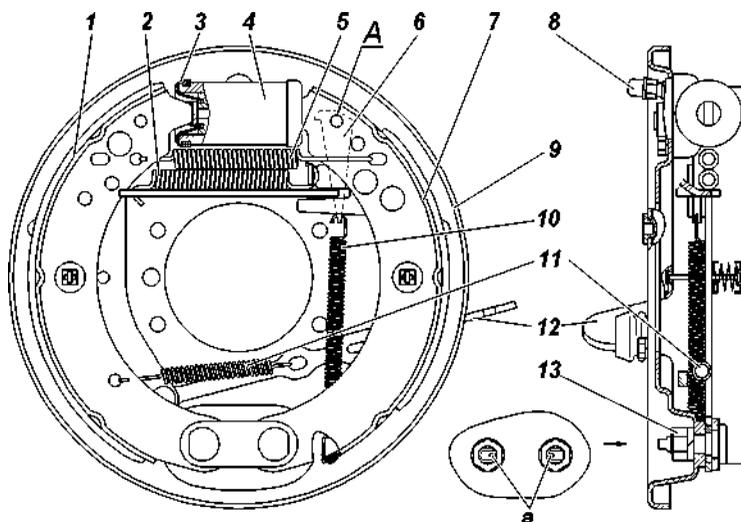
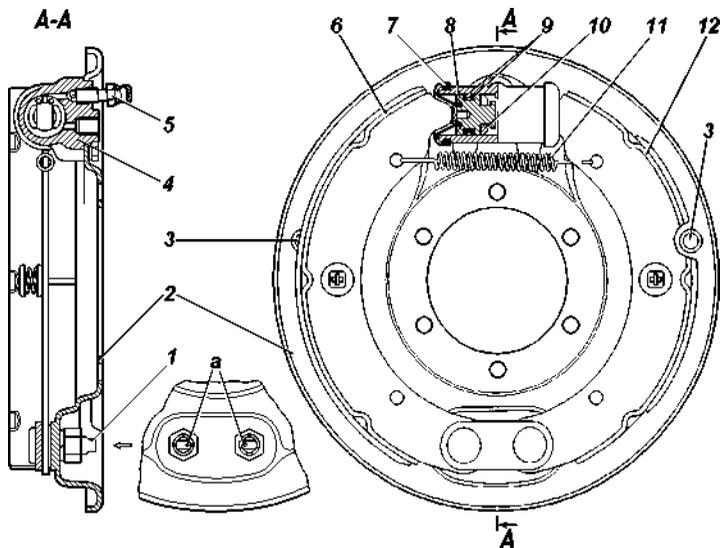

Рис. 9.23. Тормоз заднего колеса под колесный стояночный тормоз (Вариантное исп. 1):
Рис. 9.24. Тормоз заднего колеса (Вариантное исп. 2):
**Барабанные тормозные механизмы задних колес** (рис. 9.23, рис. 9.24 в зависимости от комплектации). Периодически снимайте тормозные барабаны и очищайте детали тормозов от пыли и грязи. Периодичность этой операции зависит от условий эксплуатации автомобиля. В летнее время и при езде по грязным дорогам чистка должна проводиться чаще, зимой - реже.
После снятия барабана убедитесь в отсутствии течи из колесных цилиндров, а также в надежности крепления колесных цилиндров к щитам. Обращайте внимание на состояние защитных колпаков 3 (рис. 9.23) колесных цилиндров и их установку, степень износа фрикционных накладок, а также состояние тормозного барабана.
При замене изношенных колодок или накладок, поршни вместе с упорными кольцами необходимо сдвинуть вглубь цилиндра для свободного надевания барабана на колодки. Для тормозов (Вариантное исп. 1) при замене колодок или накладок, кроме этого необходимо поднять вверх регулировочный клин 6 (рис. 9.23). Для удобства сборки предварительно зафиксировать клин на колодке, для чего совместить отверстие в верхней части клина с отверстием А (рис. 9.23) в ребре колодки и вставить в эти отверстия стержень диаметром 6...8 мм. По окончании сборки, стержень удалить. После сборки необходимо нажать 2-3 раза на педаль тормоза для установки поршней в рабочее положение.